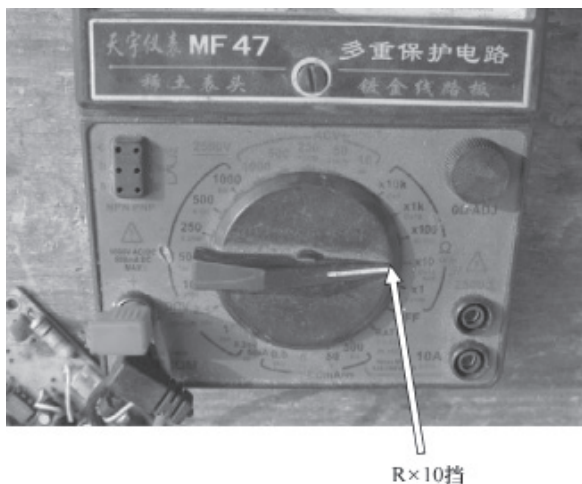

图 2-39 选择挡位
2) 将指针式万用表拨至欧姆挡。通常对于普通固定电容器阻值的测量可选用“R×10”挡，如图 2-39 所示。